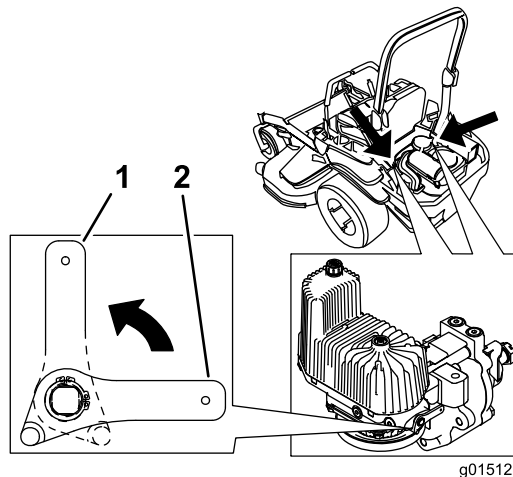

Figura 43
3. Ruotate verticalmente le leve delle valvole di rilascio per spingere la macchina (Figura 43).
5. Ruotate orizzontalmente le leve delle valvole di rilascio per guidare le macchine (Figura 43).